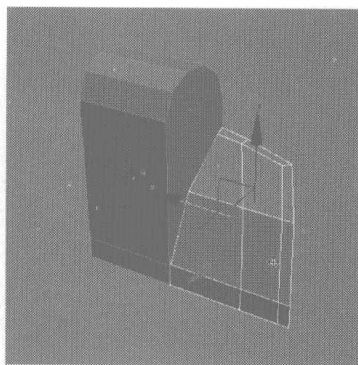

图 4.225
- 40** 分别删除如图 4.224 所示的面，取消所有编辑模式，选择如图 4.225 所示的物体，单击右键，在弹出的快捷菜单中选择 Attach 命令，再在视图选择其左侧的物体将其合并。